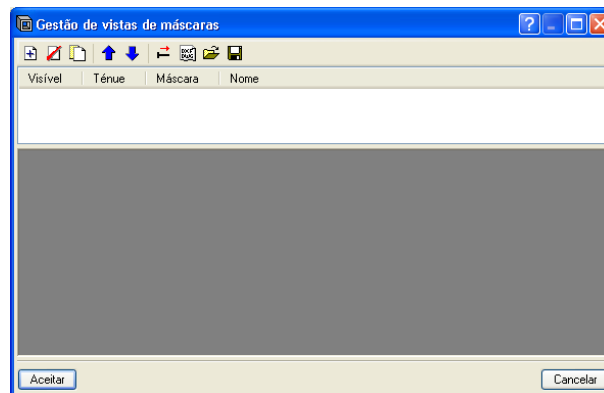

Fig. 2.9
1. Selecciono o ícone  **Editar máscaras** da barra de ferramentas. Abre-se-á a janela **Gestão de vistas de máscaras** (Fig. 2.9).